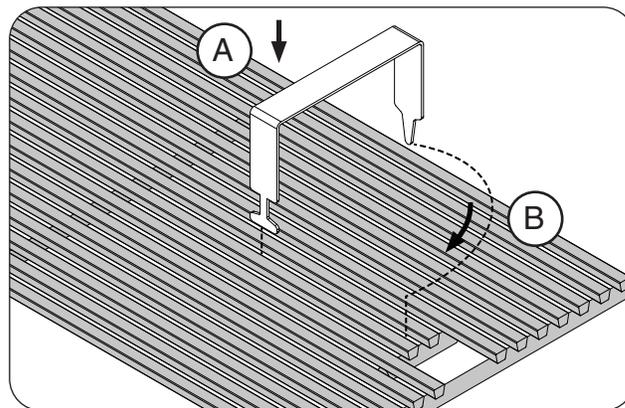
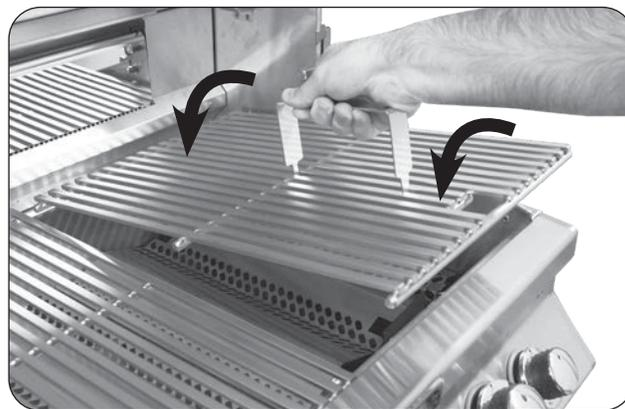

Abb. 24-1 Den Grillrost montieren
Abb. 24-2 Den Grillrost montieren
1. Stecken Sie das eingekerbte Ende des Hebers mit den Zinken nach unten zeigend zwischen zwei Gitterstäbe und drehen Sie ihn, wie in Abb. 24-1, A & B gezeigt.
2. Stecken Sie das hintere spitz zulaufende Ende des Hebers zwischen die beiden Stäbe (Abb. 24-1, B) heben Sie den Grillrost vorsichtig hoch und legen Sie ihn auf die vordere und hintere Rostauflage des Grills (siehe Abb. 24-2). Wiederholen Sie dies für alle anderen Grillroste.